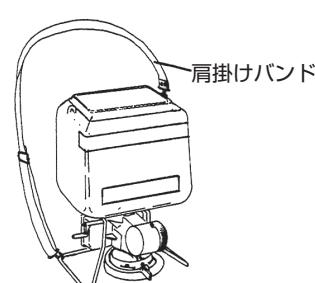

図5
- タンク上部をしめ、肩掛けバンドを図5のように散粒機にかけ、肩から散粒機を下げて下さい。